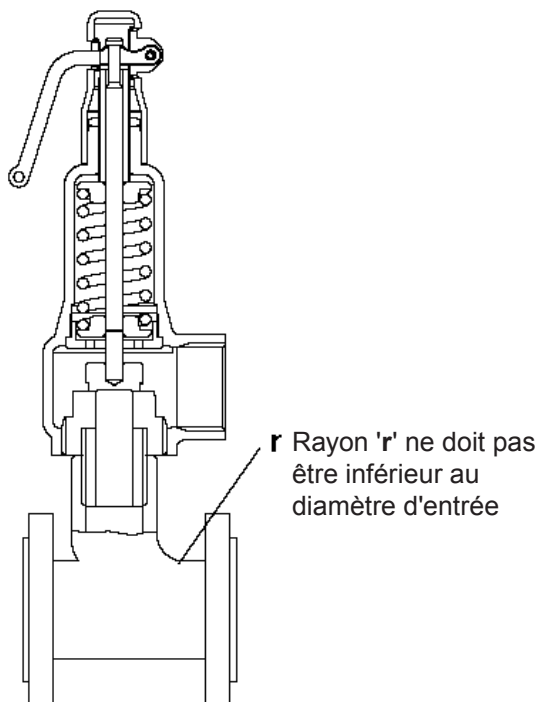
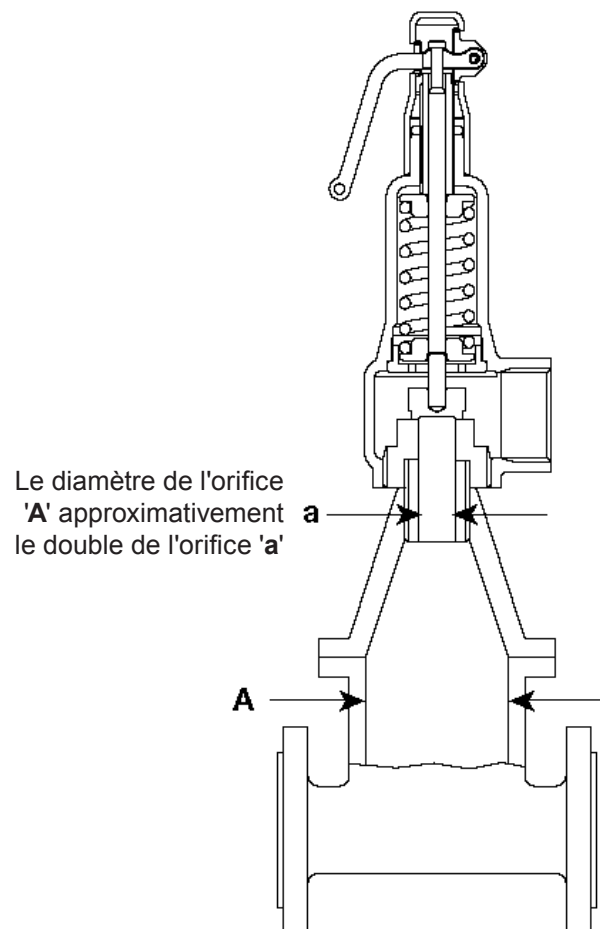

Fig. 7
Fig. 8
- 6.4 Le diamètre de la tuyauterie d'entrée ne doit pas être plus petite que celle de la soupape (voir Fig. 7 et 8).
Le raccordement d'entrée doit être effectué comme représenté à la Fig. 7 ou à la Fig. 8.